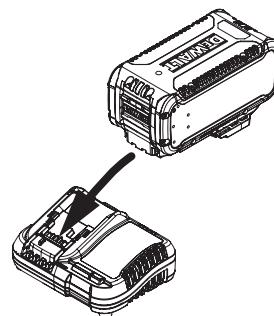

Figure 1
2. Connectez le chargeur et le bloc-batterie (Figure 1), en vous assurant que la batterie repose bien en place. Le voyant (recharge) clignotera en continu pour indiquer que le processus de recharge a commencé.